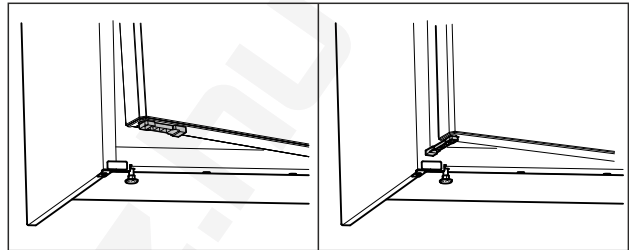

Fig. 54 *
- Fordítsa el 90°-kal az ajtó nyitáskorlátozó elemét. (lásd Fig. 54) *